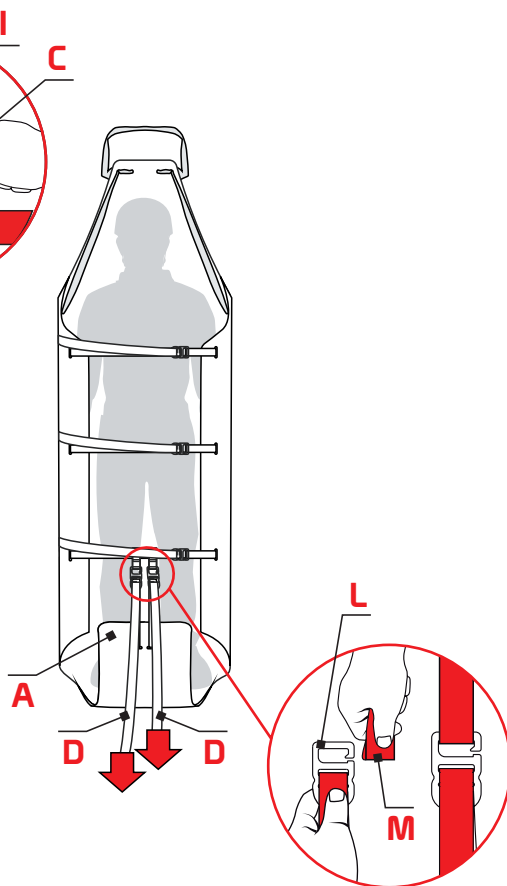

Fig.14
- inserire le fibbie con gancio (L) nelle corrispondenti fettucce con asola (M) e tensionare le fettucce (D) per sollevare la parte terminale del piano di appoggio (A) di quanto necessario a contenere i piedi del paziente (fig. 14),